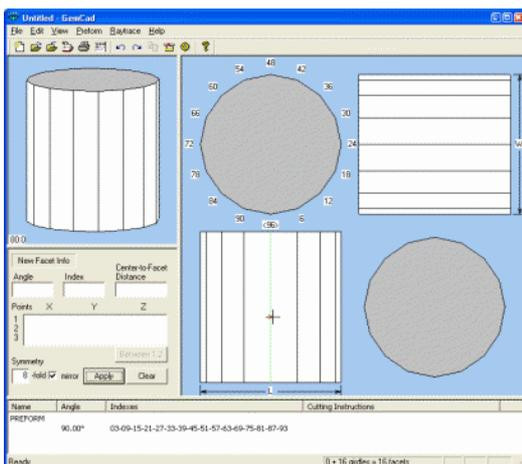

Bild 1
3. Schritt Index einstellen (Index 96 ist voreingestellt und muss nur bei Bedarf geändert werden), entweder Edit / Index Gear oder Klick, linke Maustaste, auf die '96', siehe Bild 1
6. Schritt Cursor positionieren wie in Bild 1, linke Maustaste drücken